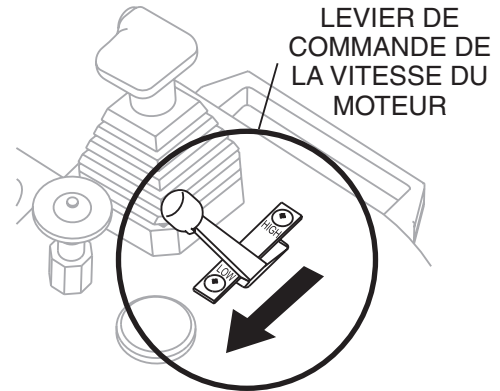

Figure 9. Levier de vitesse du moteur (position Low)
3. Placer le levier de vitesse du moteur (figure 9) en position **LOW** (régime inférieur).